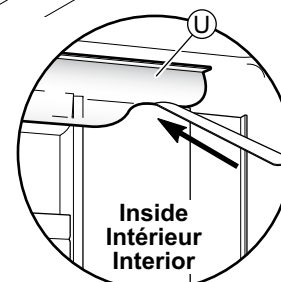

FIG. 6.6
- If the rubber seal (steam) (U) has been installed (**sectional units only, reference STEP 5**), make sure the flexible part of the profile folds above the door assembly. Fig. 6.6. If necessary, push the flexible part of the rubber seal (U) above the jambs and frame using a wooden stick or any non-cutting flat tool, being careful not to damage the seal.
- Si le profilé d'étanchéité (Vapeur) (U) a été installé (**unités sectionnelles seulement, référence ÉTAPE 5**), veillez à ce que la partie flexible du profilé se plie au dessus de l'assemblage de la porte. Fig. 6.6. Si nécessaire, poussez la partie flexible du profilé d'étanchéité (U) au dessus des montants et du cadre à l'aide d'un bâtonnet de bois ou tout autre outil plat non tranchant, en prenant soin de ne pas abîmer le profilé.
- Si la banda de impermeabilidad (Vapor) (U) ya está instalada (**sólo unidades seccionales, referencia ETAPA 5**), cuide de que la parte flexible de la banda quede plegada por encima del montaje de la puerta. Fig. 6.6. Si fuera necesario, empuje la parte flexible de la banda de impermeabilidad (U) por encima de las jambas y del marco, ayudándose con un palito de madera o cualquier otra herramienta plana sin filo y cuidando de no dañar la banda.